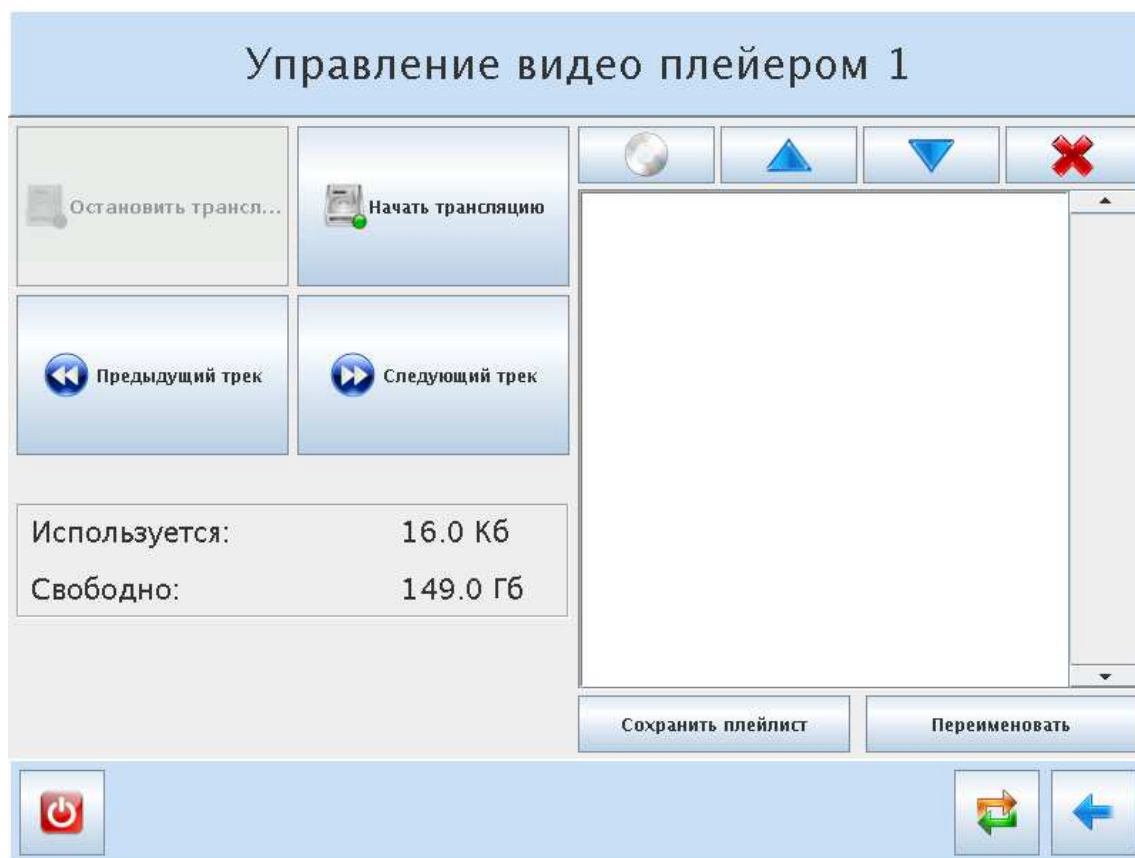

Рис. 6. Меню управления плеером
6.3.7 Меню настройки плеера (рис. 6) позволяет производить следующие операции (вне зависимости от типа плеера):